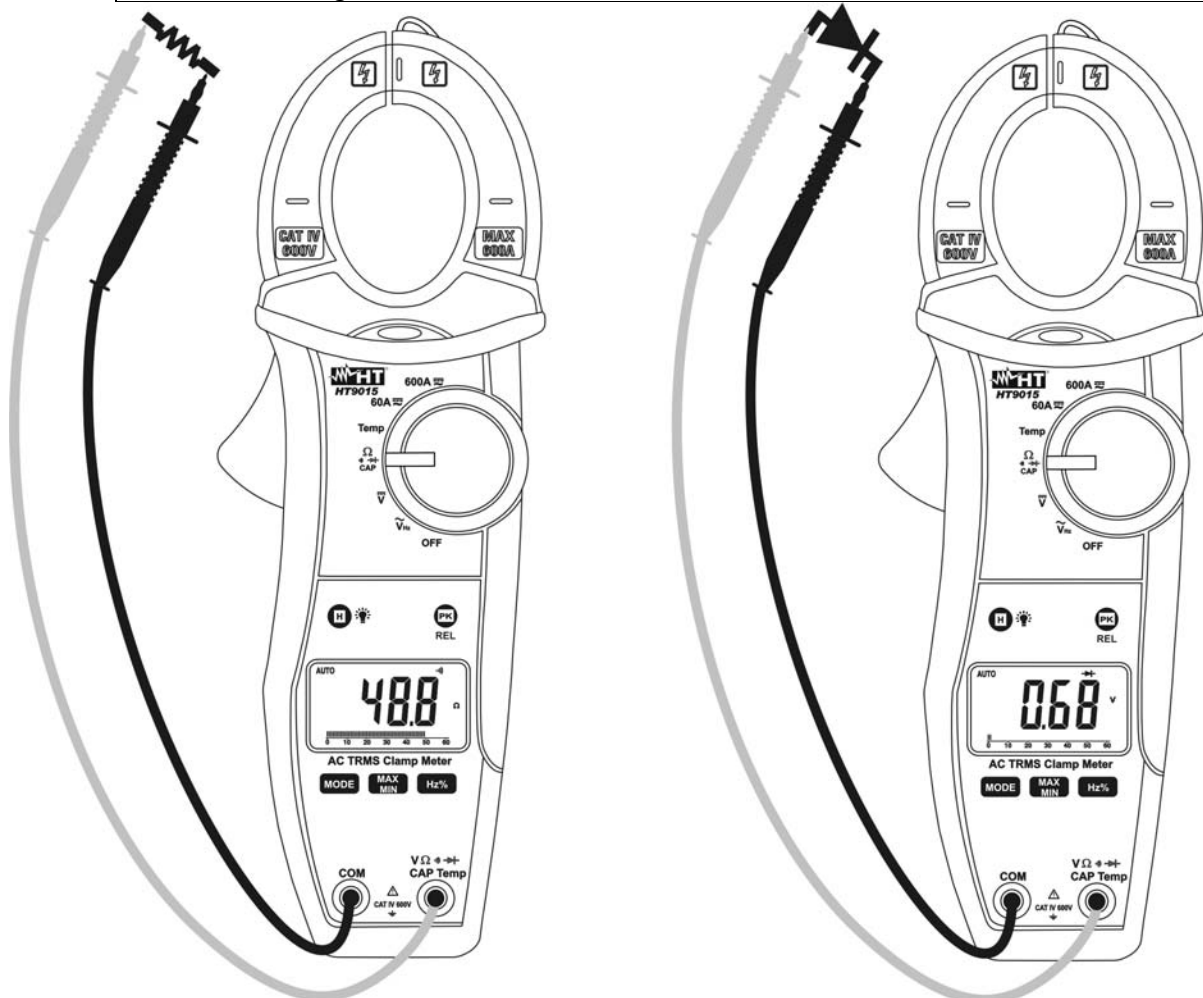

Fig. 6: Uso de la pinza para la Prueba de la Continuidad y Prueba de Diodos
3. Inserte el cable rojo en el terminal de entrada $V\Omega \rightarrow \text{CAP Hz \% Temp}$ y el cable negro en el terminal de entrada **COM** y efectúe la prueba de continuidad sobre el objeto en prueba (ver Fig. 6 – parte izquierda). El indicador acústico emite una señal cuando el valor de la resistencia medida es inferior a aproximadamente 60Ω .
5. Conecte la punta roja al ánodo del diodo y la punta negra al cátodo en caso de medida de polarización directa (ver Fig. 6 – parte derecha). Invierta la posición de las puntas en caso de medida de polarización inversa.